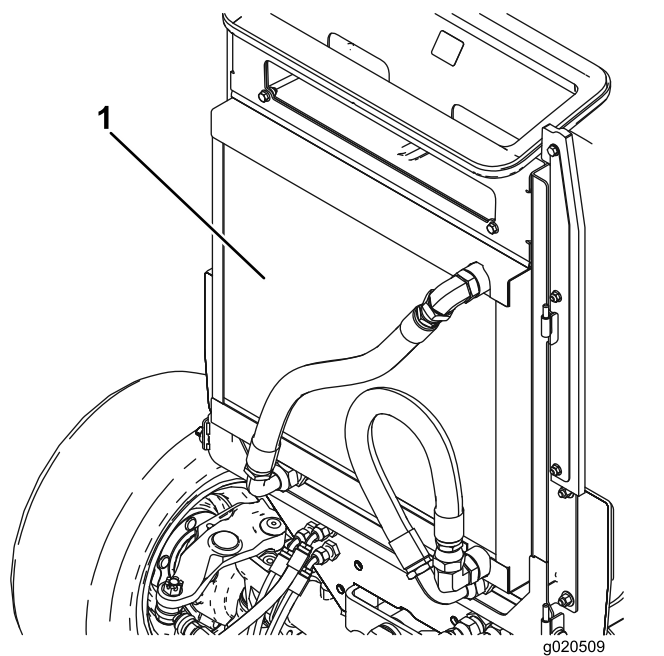

図 79
3. オイルクーラとラジエターの裏表を(図 79)圧縮空気ですべて丁寧に清掃する。機体の前側からエアを吹きつけて後ろ側にゴミを吹き飛ばします。その後、今度は後ろ側から前側に向かって吹きつけて清掃します。この作業を数回繰り返してごみやほこりを十分に落とす。